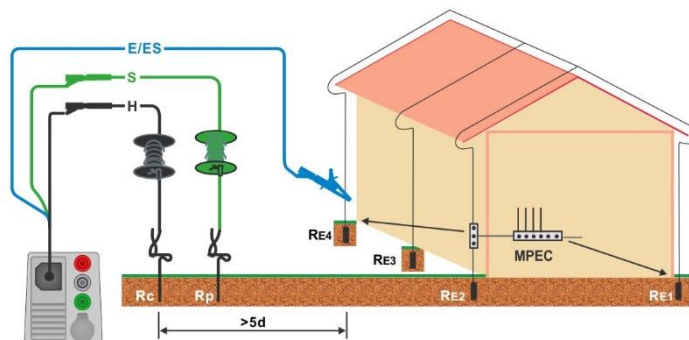

Abbildung 7.16: Erdungswiderstand, Messung der Haupterdung der Installation und der Blitzschutzanlage
- › Schließen Sie den 3-Leiter Prüfadapter am Prüfling an, siehe **Abbildung 7.16**.